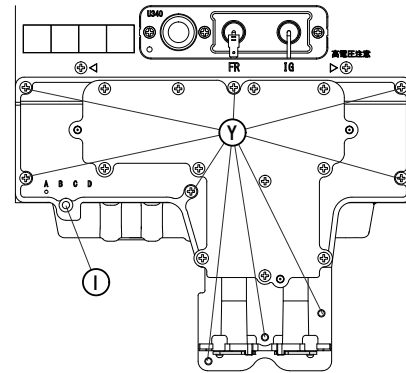
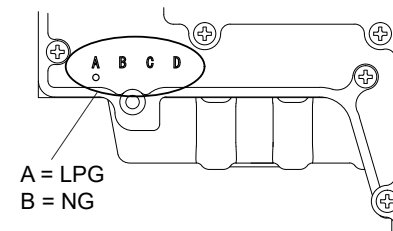

Fig.1
Fig.2
2. Desconecte el encendedor del colector ("I" - Fig.1).
3. Reemplace el colector de gas con el nuevo componente adecuado (el colector se sujeta con los tornillos indicados con "Y" - Fig.1). El tipo de gas del colector se puede verificar con la letra marcada como en la Fig.2.